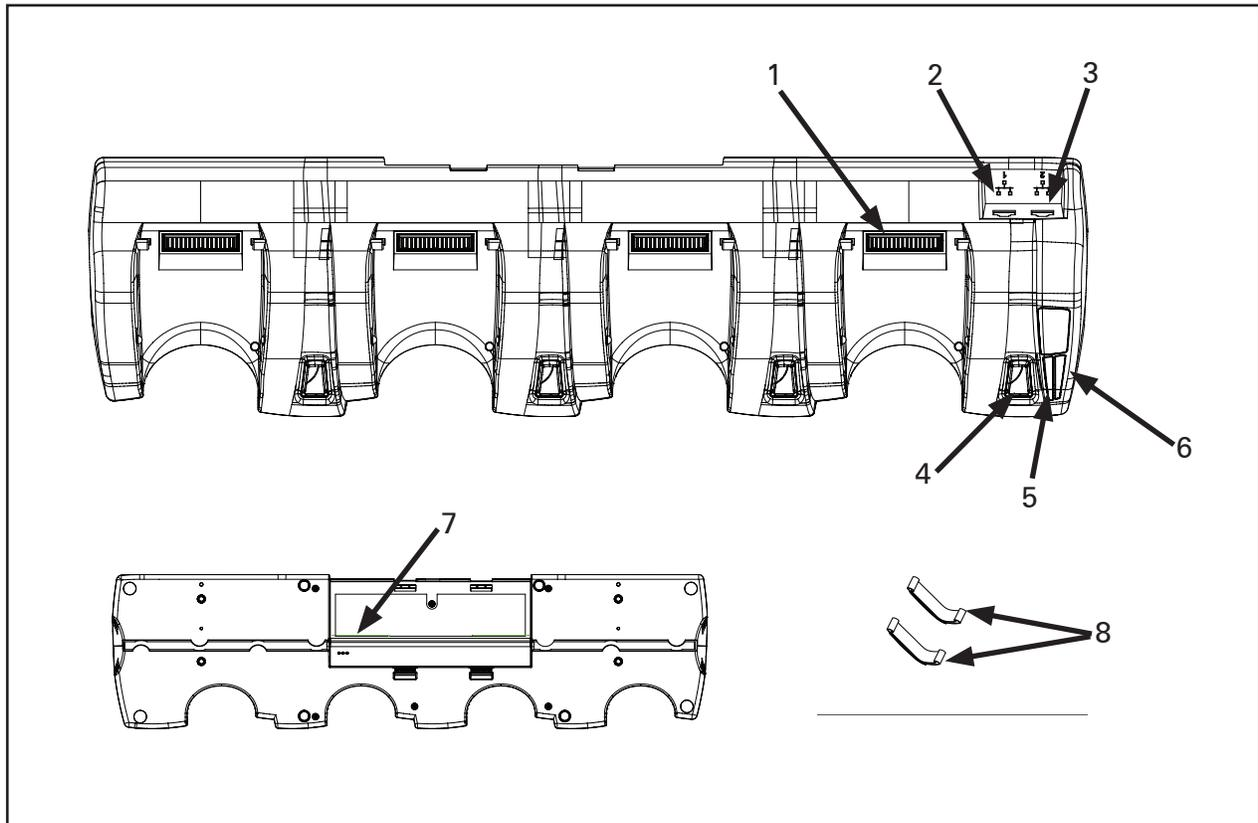

Figura 2: QLnEC4
2. Collegare l'adattatore di alimentazione alla presa in c.c. sul fondo della culla (N° 7 nella figura 2).
4. Collegare il cavo Ethernet alla presa Ethernet Jack 1 sul retro della culla (N° 2 nella figura 2). Assicurarvi di collocare il cavo dell'adattatore di alimentazione in c.a. in modo che non possa riportare danni. Per evitare il contatto accidentale tra il filo e qualunque bordo tagliente, dotare il cavo di rivestimenti e fermacavi adeguati nei punti di passaggio attraverso le aperture.
5. Collegare fino a 4 (quattro) culle in serie tramite la connessione Ethernet Jack 2 (N° 3 nella figura 2).